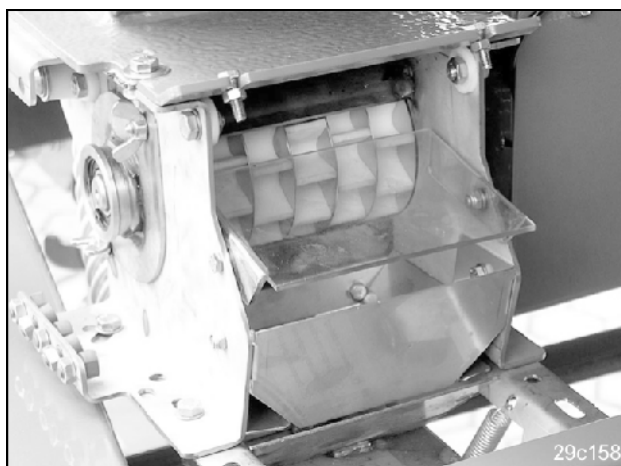

Fig. 72
- На рис (Fig. 72) показана заслонка в закрытом положении